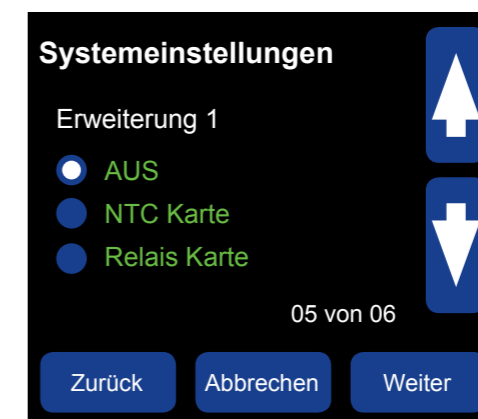
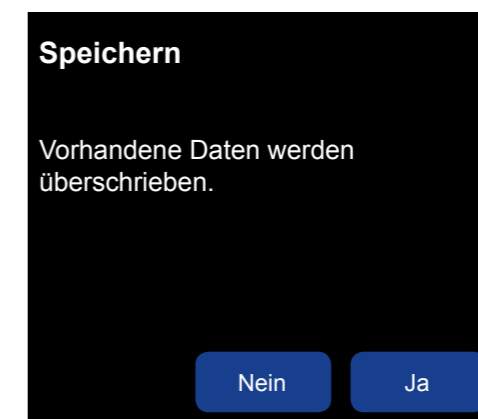

Bild 24
Bild 25
- **14.4.E ERWEITERUNG 1 (5 von 6)** - Zur Wahl stehen NTC KARTE, RELAIS KARTE oder OFF (Standardeinstellung) wie am Bildschirm Einstellungen dargestellt (Bild 24). Bei Einsatz einer NTC KARTE oder RELAIS KARTE ist die neue Einstellung zur Speicherung mit JA zu bestätigen (Bild 25).